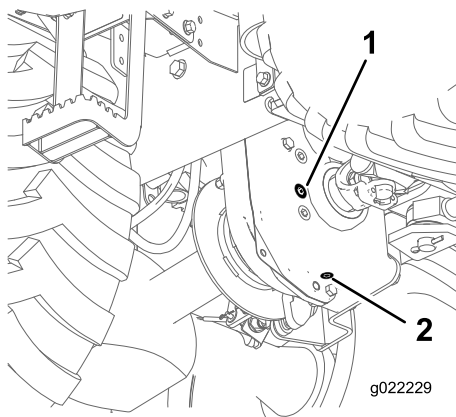

Рисунок 34
2. Очистите зону вокруг пробки заливного отверстия с помощью чистящего растворителя (Рисунок 34).